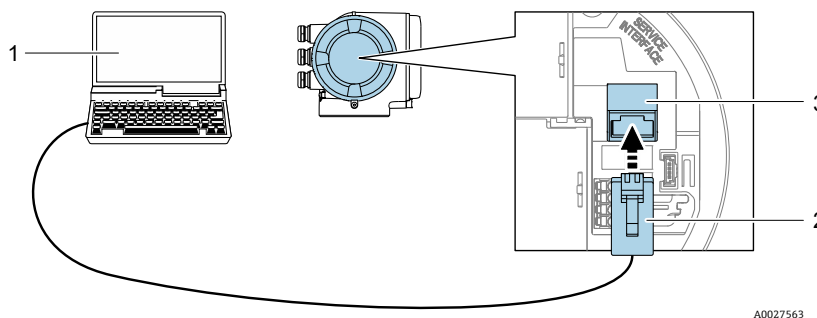

図 50. CDI-RJ45 による接続
2. ケーブルを使用してコンピュータを接続します。電線口の接続点 → 図 50 を参照してください。